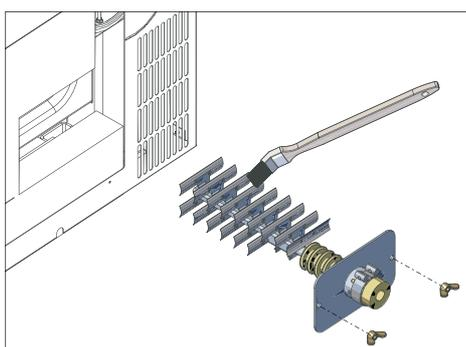

Fig. 57 Retirer le couvercle, nettoyer l'électrode (uniquement pour les chaudières à pellets avec dépoussiéreur électrostatique intégré)
- ▶ Desserrer le couvercle près de la paroi de la chaudière (2 écrous à oreilles) et le retirer avec précaution – Fig. 57.
- ▶ Nettoyer l'électrode avec un pinceau (uniquement pour les chaudières à pellets avec dépoussiéreur électrostatique) – Fig. 57.